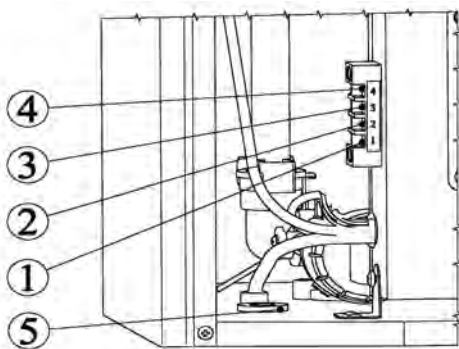

Рис. 11. Подключение дополнительных устройств
- удалите перемычку между клеммами 1 и 2 на колодке блока управления (рисунок 11);
- проденьте двухпроводную кабель, идущий от термостата, через проходную муфту 5 в корпусе и подключите его к клеммам 1 и 2 (рисунок 11);
- проденьте двухпроводной кабель, идущий от датчика, через проходную муфту 5 в корпусе и подсоедините его к клеммам 3 и 4 (рисунок 11);
- удалите перемычку между клеммами 1 и 2 (рисунок 11);